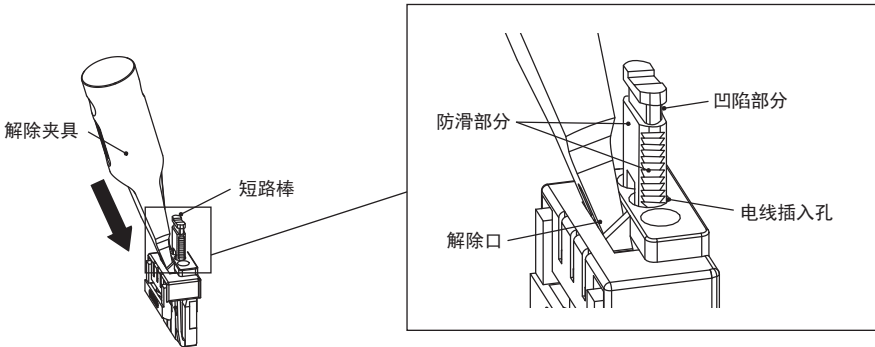

图1：短路棒的拆卸
- (1) 将解除夹具倾斜并完全插入解除孔中。
- (2) 在将解除夹具插入解除孔的状态下，用手指抓住短路棒的防滑部分或凹陷部分，然后将其从插入孔中拔出。(图1)